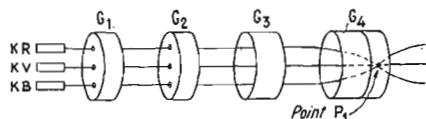
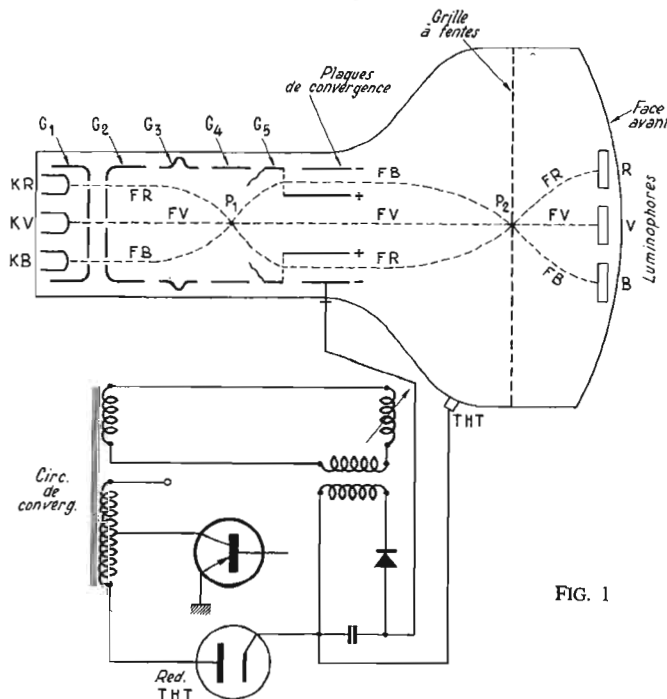

FIG. 2
FIG. 1
**P**ARMI les nombreux modèles de la gamme de récepteurs de Pizon-Bros, nous présentons ci-dessous le type TR1420FM. C'est un appareil à transistors doté de quatre gammes qui sont : PO, GO, OC et FM. Il utilise en tout 9 transistors et 6 diodes. L'appareil est présenté sur la figure 1.
En haut de la figure 1, on a représenté schématiquement les éléments intérieurs du trinitron qui, extérieurement, se présente comme les tubes classiques à masque.
Il est évident que la déviation verticale et la déviation horizontale s'effectuent comme dans les autres tubes par l'action des champs magnétiques produits par les bobines du bloc de déviation, non représenté sur la figure 1.
quels se trouvent les cathodes (voir figure 2).
Le point P1 se trouve à l'intérieur de G4. Cette convergence des faisceaux est obtenue par le système de convergence à lentille électronique constituée par les grilles portées à des tensions convenables. Les 4 plaques de convergence, vues en coupe horizontale sur la figure 1, sont ver-
Sur la même figure 1, on a représenté d'une manière très simplifiée le circuit associé à la base de temps lignes fournissant, en plus de la THT, les signaux appliqués aux plaques de convergence du tube, la THT étant appliquée à l'anode finale du tube par l'intermédiaire du bouton isolé disposé sur le ballon du trinitron. La figure 2 indique, très schématiquement, la disposition des quatre premières grilles, les grilles 1 et 2 étant représentées avec leur trois trous permettant le passage des faisceaux. Les trous sont alignés horizontalement comme les cathodes.